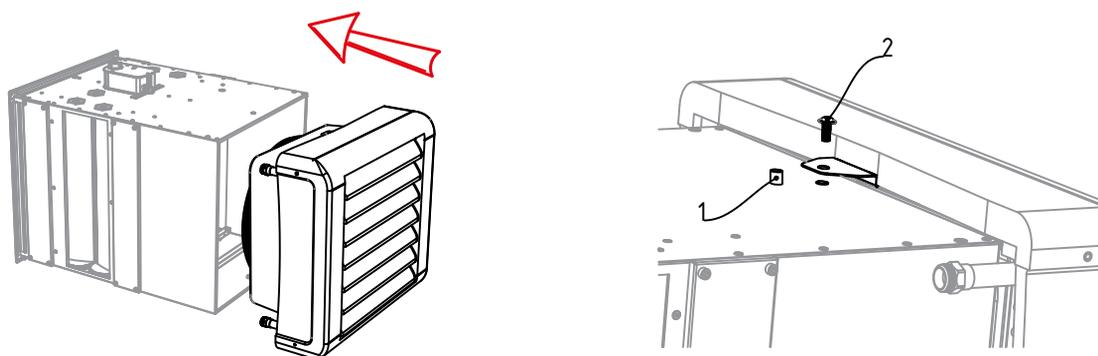

Рис. 6. Крепление тепловентилятора к камере смешения КС
После протяжки питающего провода через кабельный ввод тепловентилятор необходимо установить в камеру смешения и закрепить с помощью втулок (1) и винтов (2), как показано на Рис. 6.
После переноса кронштейна монтаж электрического тепловентилятора выполняется аналогично водяному тепловентилятору. Монтируется комплектная уплотнительная изоляция на камеру смешения, далее устанавливается тепловентилятор и фиксируется с помощью втулок (1) и винтов (2), как показано на Рис. 6.